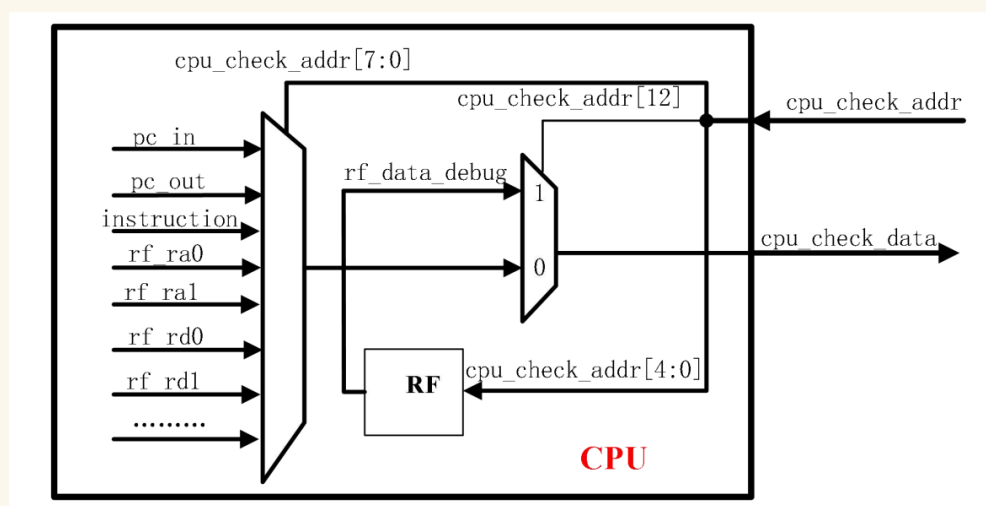

图 21: CPU 内部 debug 接口信号处理示意图
- CPU 内部的 `cpu_check_addr` 和 `cpu_check_data` 已经被正确连接。这一部分中你需要参考 PDU 指令手册上关于 `ck0`、`ck1` 两条指令的相关内容，根据 `cpu_check_addr` 选择 `cpu_check_data` 的来源。你可以参考图 21 来实现，也可以根据我们提供的单周期 CPU 数据通路图来实现。